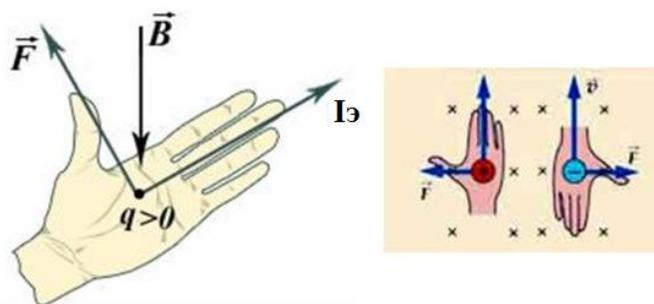

Рис. 1.
2. Определение направления силы Лоренца (рис. 1).